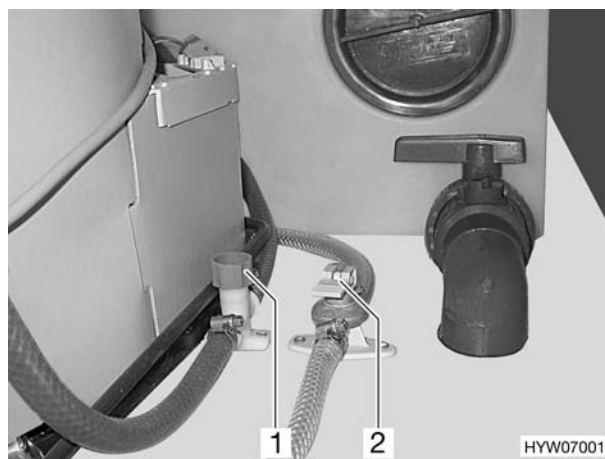

Fig. 66 Rubinetti di scarico
- Chiudere il rubinetto di scarico del boiler (Fig. 66,2). Il rubinetto di scarico si trova nel gavone di coda. Per chiudere mettere la leva a bilanciere in posizione orizzontale.
- Ruotare il cappelletto di valvola blu (Fig. 66,1) in senso orario.
- Aprire il rubinetto di scarico del boiler (Fig. 66,2). A questo scopo mettere la leva a bilanciere sul rubinetto di scarico del Boiler in posizione verticale.